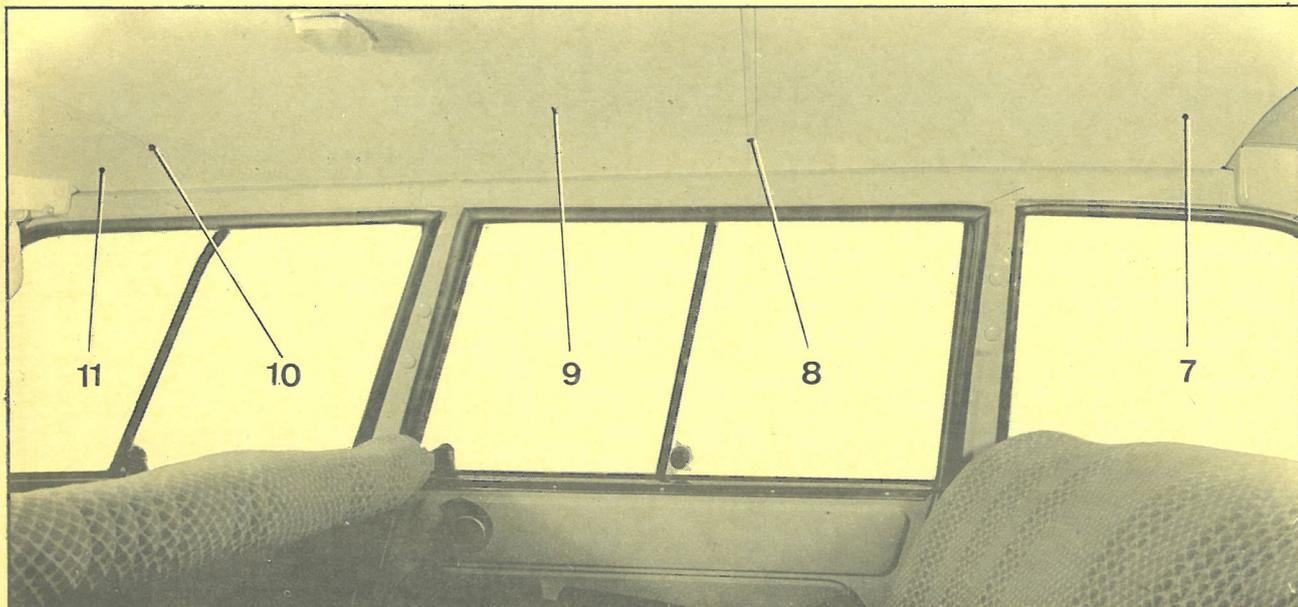

Fig. 3
Poser la garniture AV (11) et le raidisseur AV (10) (fig. 3). Placer entre le pavillon et le raidisseur les tampons mousse, pliés en deux.